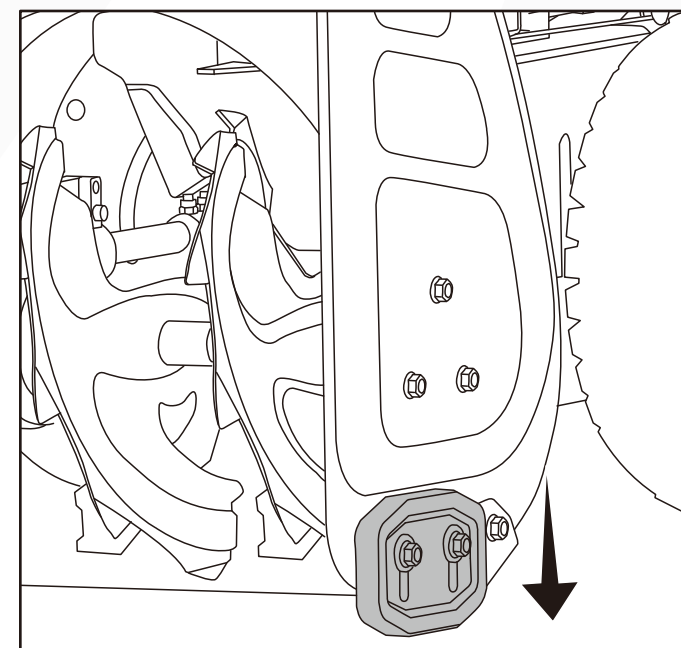

Figura 17B
- Para evitar el desgaste en superficies irregulares, el operador debe aumentar la distancia entre el alojamiento del ánora y el suelo bajando los patines. (Figura 17B)